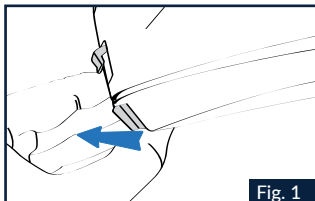

Fig. 1
1.1 Pousser le levier de déblocage rouge vers l'extérieur, en le faisant tourner avec votre pouce (Fig.1).